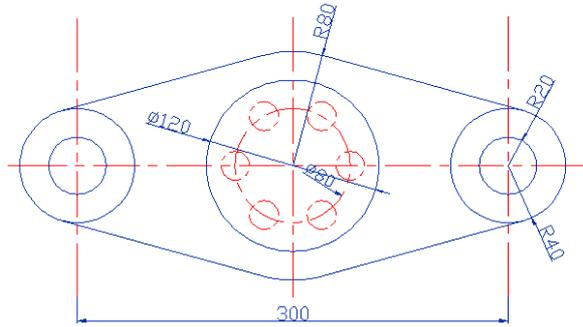

图 3-64 轴承端盖平面图
3. 设置端点、中点、圆点、切点、节点、垂直点、交点捕捉模式，绘制如图 3-64 所示的轴承端盖平面图。